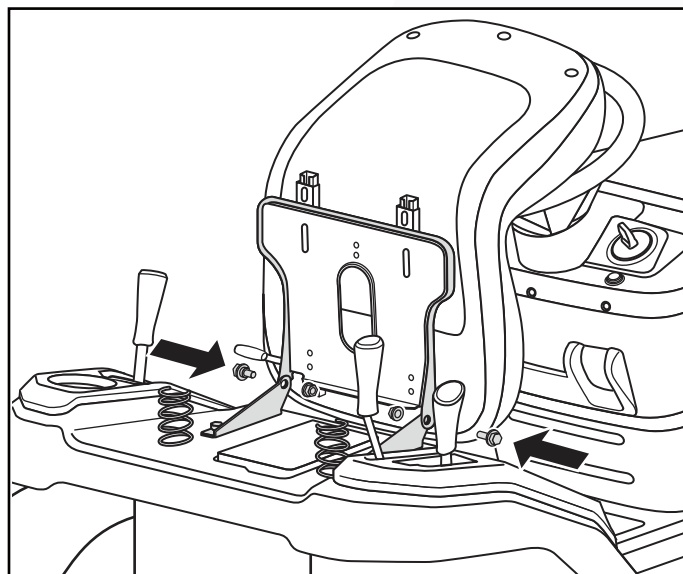

Fig. 6
1. Conecte el asiento a la base del cortacésped con los tornillos y tuercas proporcionados. (Fig. 6)